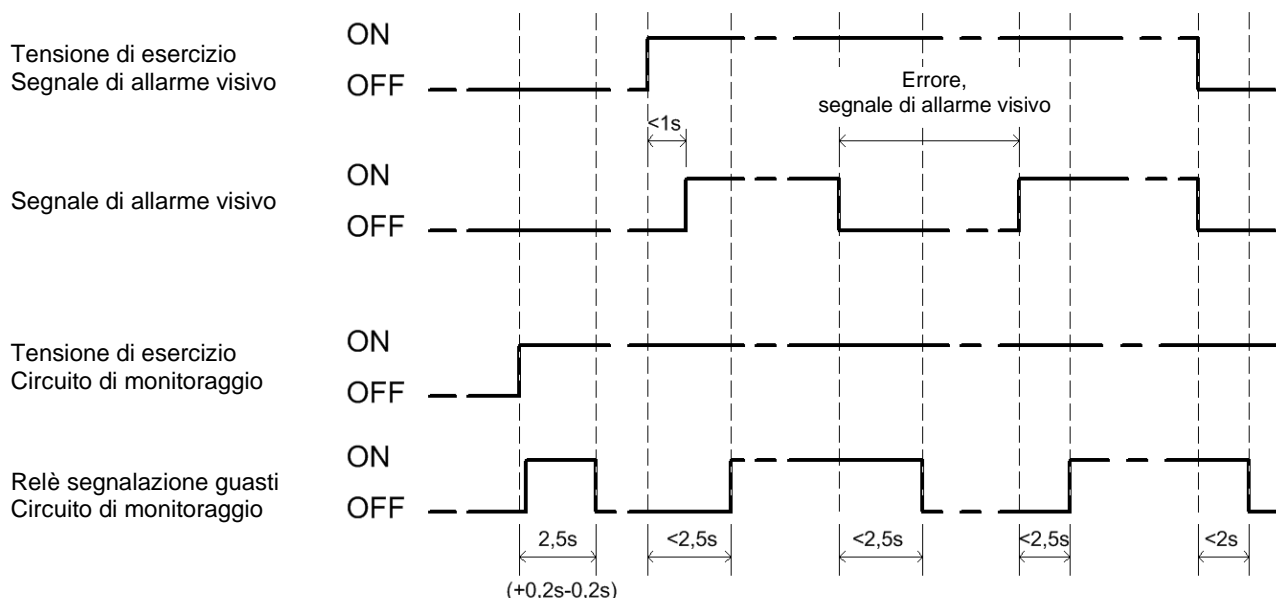

Figura 5 – Tempi di reazione del relè segnalazione guasti
Il sistema di controllo e guida necessario deve essere in grado di eseguire un'analisi di gestione elettronica deve essere in grado di eseguire l'analisi dei guasti attraverso l'uscita di segnalazione guasti in combinazione con lo stato operativo del segnalatore visivo e del circuito di monitoraggio. Per questa configurazione sono possibili le seguenti dipendenze tra lo stato operativo e l'uscita segnalazione guasti. Tenere conto dei possibili stati di commutazione, come presentato nella Figura 5 – Tempi di reazione del relè segnalazione guasti guasti.
- Un inserimento della tensione di alimentazione del segnalatore visivo con concomitante alimentazione del circuito di monitoraggio implica, in stato conforme, una commutazione dei contatti di relè S1 e S2. Se la commutazione non avviene, allora è presente un guasto nel segnalatore visivo, nel circuito di monitoraggio o nel cablaggio; a riguardo, vedere le dipendenze temporali nella Figura 5 – Tempi di reazione del relè segnalazione guasti Ciò riguarda anche il disinserimento delle tensioni di alimentazione del segnalatore visivo e del circuito di monitoraggio.
I due sistemi parziali, il segnalatore visivo e il circuito di commutazione dispongono di collegamenti di alimentazione separati. È dunque possibile verificare il funzionamento. A tal fine, procedere come segue (Dipendenze temporali, vedere Figura 5 – Tempi di reazione del relè segnalazione guasti):
È possibile trarre le conclusioni relative ai tempi di sicurezza d'impianto necessari esaminando il diagramma temporale di funzione (Figura 5 – Tempi di reazione del relè segnalazione guasti). Qui vengono rappresentati i tempi di reazione per la generazione del segnale di allarme visivo e/o dello stato di commutazione del relè di segnalazione guasti in funzione dei punti temporali di inserimento delle tensioni di esercizio.